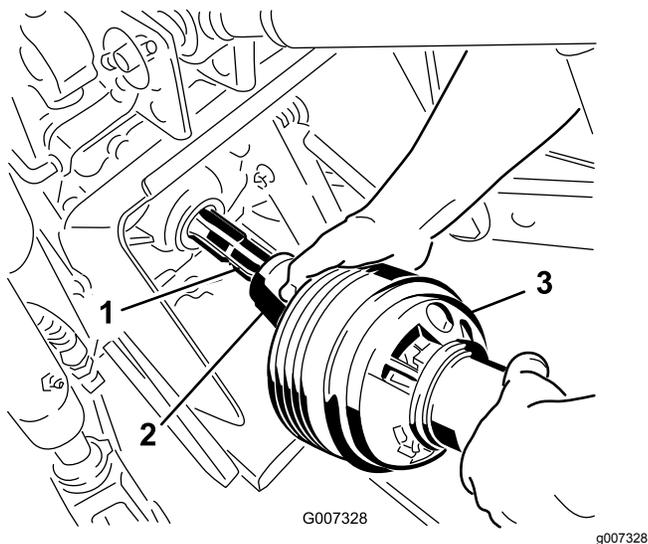

図 24
3. PTO シャフトをトラクタの PTO シャフトに接続する 図 24。